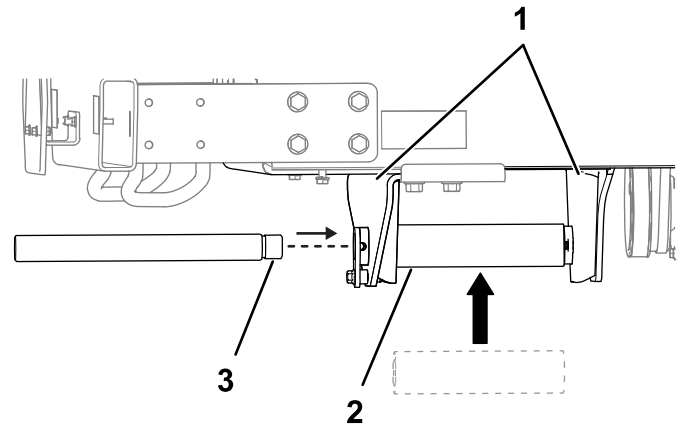

Figura 13
2. Inserte el eje del espaciador entre los soportes del eje para asegurarse de que están a la distancia de separación correcta (Figura 13). Ajuste la posición del soporte del eje de sustitución en consonancia.
3. Inserte el eje de giro a través del eje del espaciador (Figura 13). Si el eje de giro no gira libremente, ajuste la posición del soporte del eje de sustitución. Lije los bordes del bastidor cuanto sea necesario.